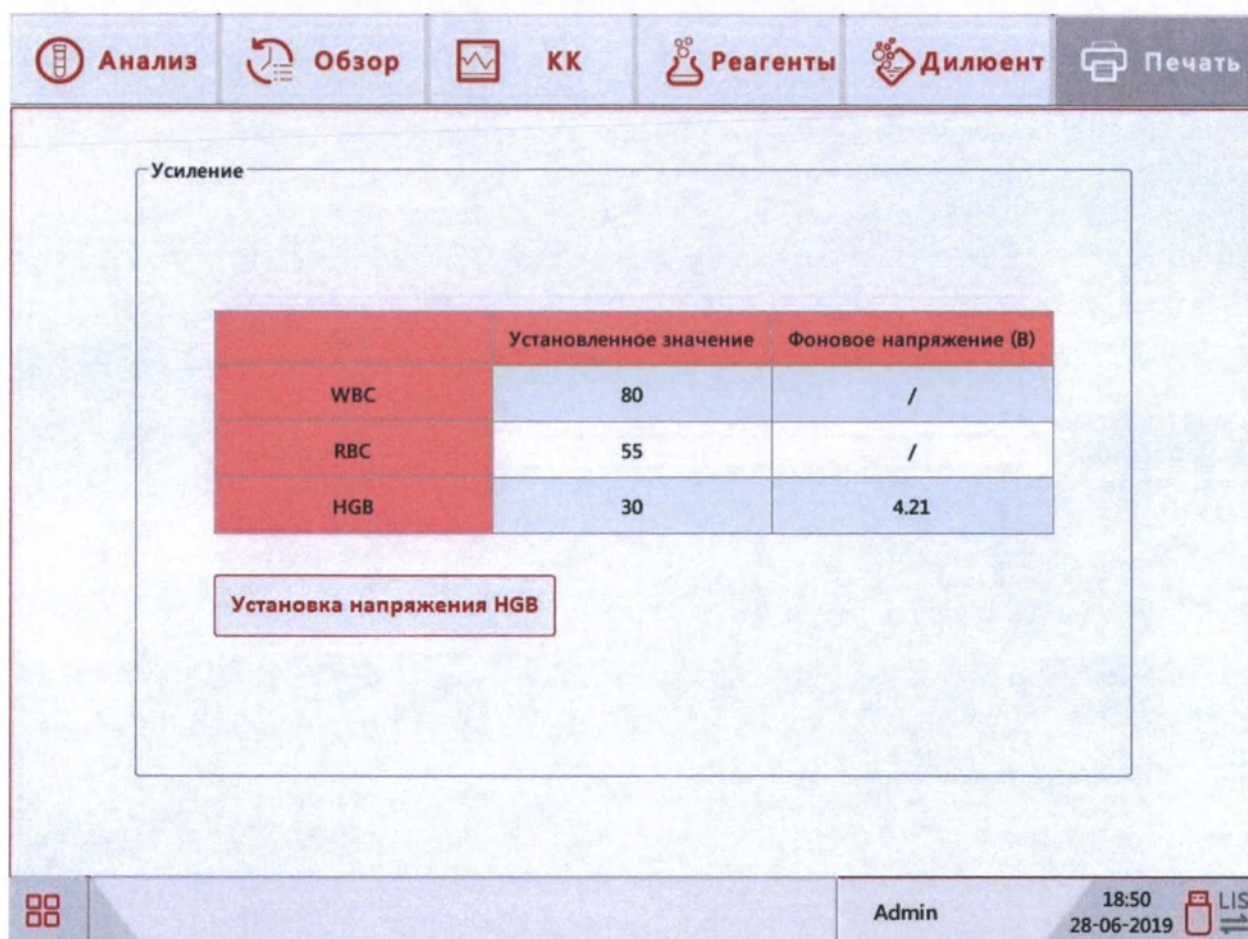

Рис.9.3-33 Экран установки коэффициентов усиления
(Рис.9.3-33) в столбце “Установленное значение” введите новое значение коэффициента усиления в требуемом измерительном канале.
- Фоновое напряжение канала усиления HGB после измерения холостой пробы и получения адекватных результатов фона по реагентам (п.А6 Приложения А, Таблица 17) должно находиться в пределах от 3,80 до 4,80 В, если установлен правильный коэффициент усиления по HGB. Выход напряжения за границы данного диапазона на экране усиления (Рис.9.3-33) возможен, если инициализация гидросистемы при включении анализатора прошла с ошибками (такое как правило случается при первом запуске анализатора после его консервации, когда включается питание опорожнённого анализатора), либо при попадании воздуха в гидросистему по заборной трубке какого-либо реагента. Выполните заполнение анализатора обоими реагентами и повторно проконтролируйте значение фонового напряжения в канале HGB.